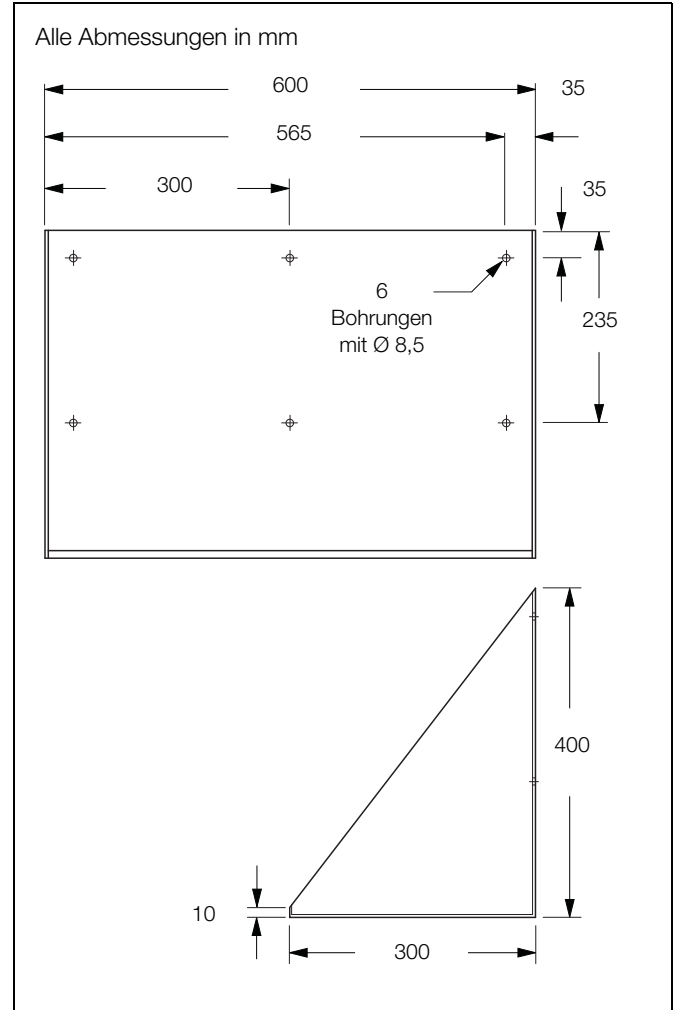

Abb. 4.3 Ablagegestell für Reagenzlösungen (Option)
1. Markieren Sie die Bohrlöcher entsprechend den Abmessungen in Abb. 4.3 an der Wand.